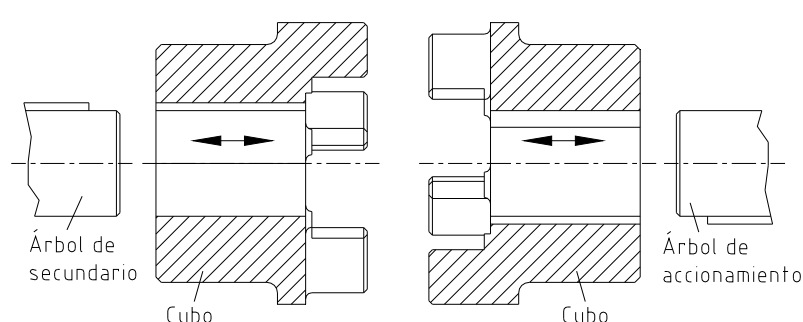

Figura 5: Montaje de los cubos
- Monte los cubos sobre el árbol de lado de accionamiento y del lado secundario (véase figura 5).